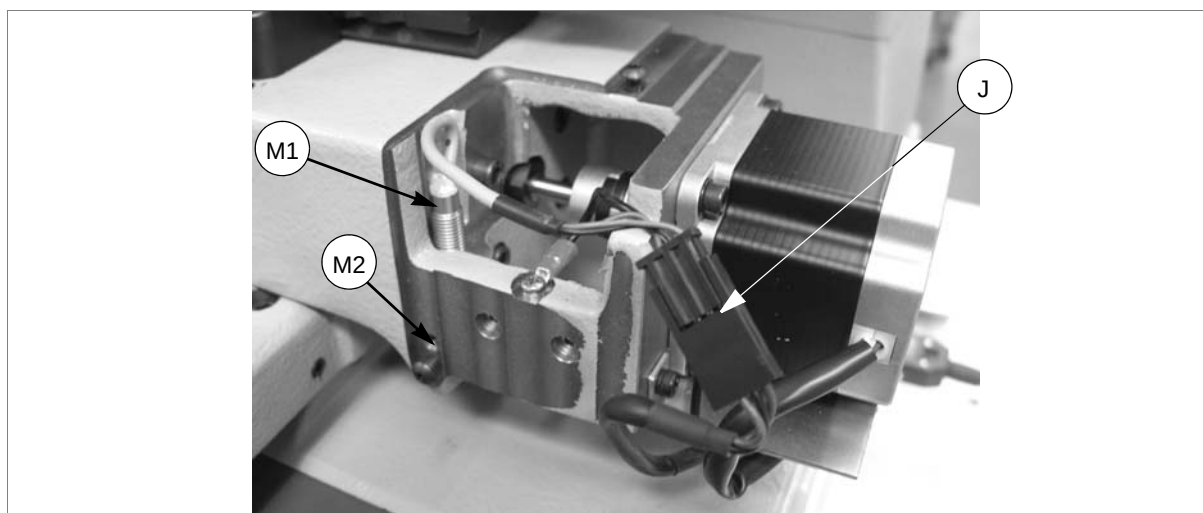

Figura 81
- 5) desligue o conector do sensor (J) (figura 81).